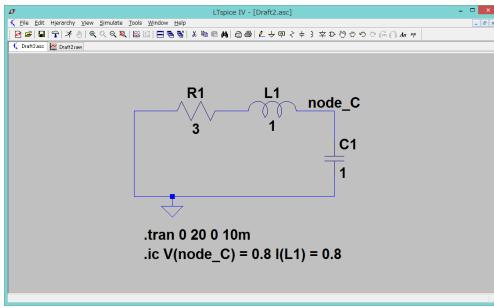

図 2.3 回路図を作成し終えた状態
7. ノードにラベルを貼る。容量の電位を指定しやすくするために、インダクタンスと容量の間にラベルを追加する。Label Net ボタンを押し、「node_C」のような適当な名前を入力する。OK ボタンを押し、インダクタンスと容量の間に接続する。図 2.3 参照。